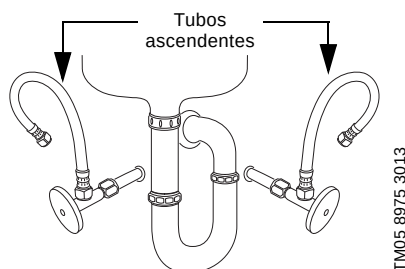

Fig. 4 Desconexión de los tubos ascendentes antes de instalar la válvula de derivación
- Desconecte los tubos ascendentes; consulte la fig. 4.